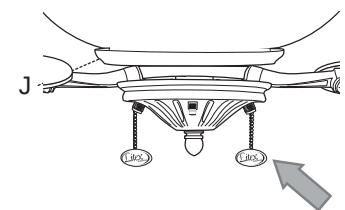

Fig. 1
1. La cadena de encendido del ventilador, etiquetada VELOCIDAD, tiene cuatro posiciones para controlar la velocidad del ventilador. Jálela una vez para la velocidad ALTA, dos veces para la velocidad MEDIA, tres veces para la velocidad BAJA y cuatro veces para APAGAR el ventilador. [Fig. 1]